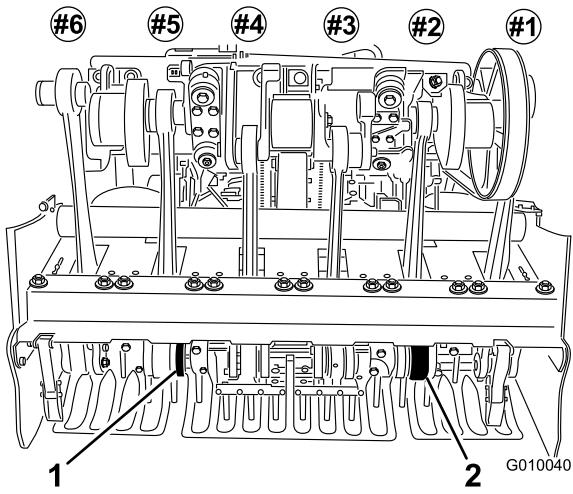

**Bild 24**
4. Befestigen Sie eine Tinesklemme mit vier Schrauben (3/8" x 1-1/2") lose an jedem Tines-Halter (Bild 24). Ziehen Sie die Bolzen nicht fest.